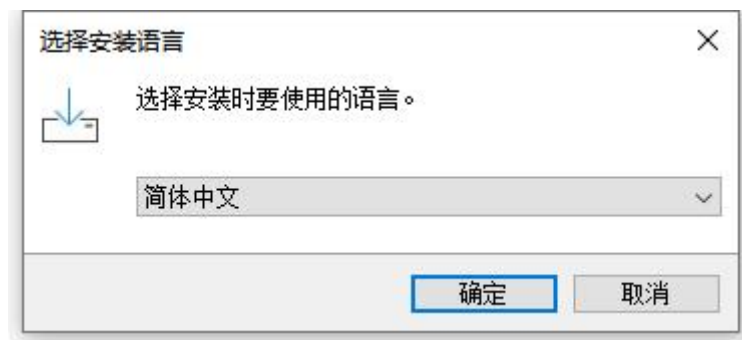

图 3-14
3) 将相机的水冷接头与水冷机的进出水管连接, 如图 3-14 所示